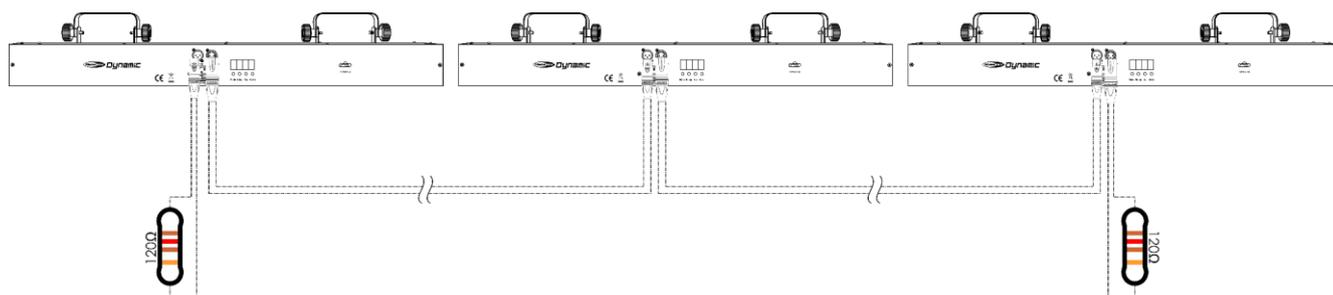

Abb. 03
- 04) Verbinden Sie die Geräte so wie in (Abb. 03) gezeigt. Verwenden Sie ein DMX-Datenkabel, um die DMX-„OUT“-Buchse des ersten Geräts mit der „IN“-Buchse des zweiten Geräts zu verbinden. Wiederholen Sie diesen Vorgang, um das zweite und dritte Gerät ebenfalls anzuschließen. Mit dem Mastergerät stehen Ihnen dieselben Funktionen wie auf Seite 14 und 15 beschrieben zur Verfügung (Auto, voreingestellte Programme und statische Farbe). Das bedeutet, dass Sie den gewünschten Betriebsmodus am Mastergerät einstellen können, und dass dann alle Slave-Geräte genauso reagieren wie dieses Gerät.